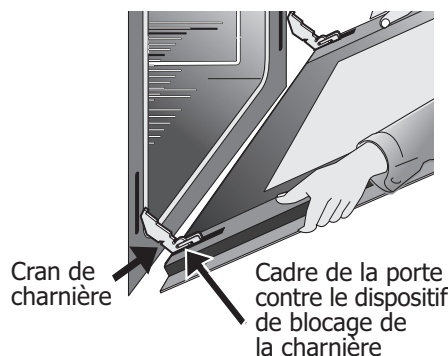

Figure 37: Position de retrait de la porte
4. Continuez à tirer le bas de la porte vers vous lorsque vous faites pivoter le dessus de la porte vers l'appareil pour dégager entièrement les leviers de charnière (Figure 37).
1. Tenez fermement les deux côtés de la porte. N'utilisez pas la poignée de la porte du four (Figure 37).
2. Tenez la porte dans le même angle que pour le retrait. Insérez avec précaution les leviers de charnières dans le cadre du four jusqu'à sentir que les leviers de charnières sont insérés dans les encoches des charnières. Avant d'ouvrir complètement la porte du four, assurez-vous que les bras de charnières sont complètement insérés dans les encoches de charnières (Figure 37).